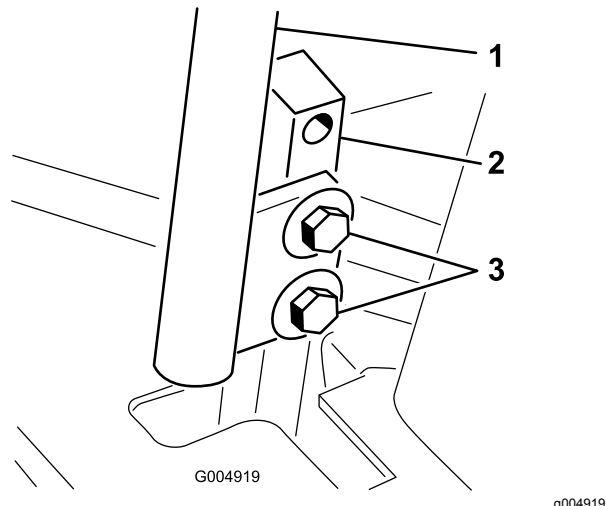

図 54
3. コントロールレバーを固定しているボルトをゆるめる 図 54。